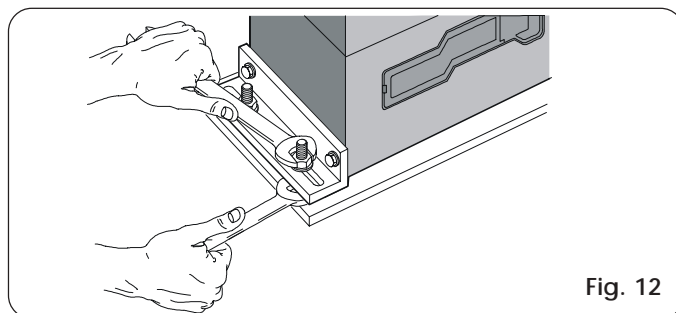

Fig. 12
- 5) Zet de motorvertraging op de funderingsplaat vast door de moeren aan te draaien, zoals op Fig. 12.